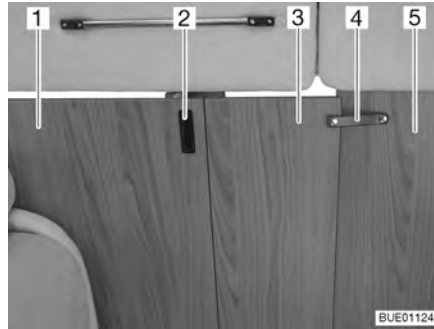

Fig. 41 Séparation pour la cabine de conduite, fermée
- Tirer la séparation pour la cabine de conduite (Fig. 41,1) complètement vers l'intérieur en saisissant la poignée (Fig. 41,2).
- Fixer la partie rabattable de la séparation pour la cabine de conduite (Fig. 41,3) avec la bande de sécurité (Fig. 41,4) sur la cloison intermédiaire gauche (Fig. 41,5).